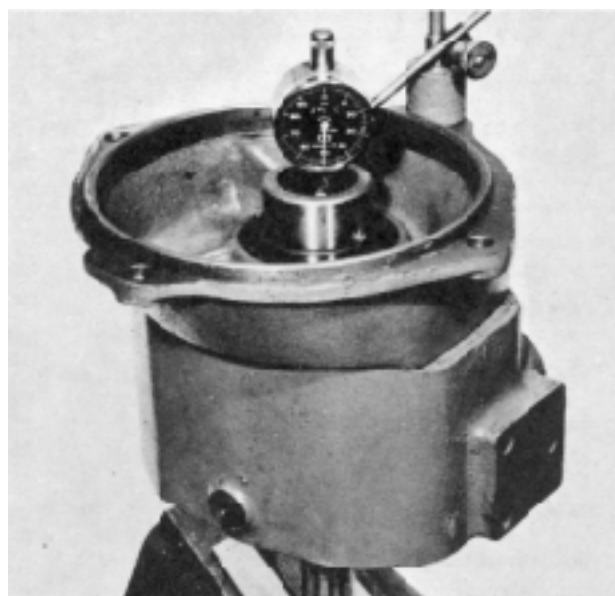

Fig. 15
3. Retourner le carter de manière à le poser sur la bride de raccordement. Emmancher ensuite le manchon d'accouplement (31) sur l'arbre (36). Remarque : Le retrait à l'une des extrémités du manchon d'accouplement doit être tourné du côté du carter avant.
4. Poser les roulements à aiguilles (37 et 39) et la bague entretoise (38) sur l'arbre (36).
5. Poser un nouveau joint (3) sur le plan du carter avant. Remarque : Les trous à goupilles de positionnement (50) dans le joint doivent être bien centrés par rapport à ces goupilles.
7. Réassembler le carter intermédiaire et le carter avant et tourner les axes (51) du pignon intermédiaire avec un tournevis de manière à faire descendre les goupilles de verrouillage (50) dans les gorges aux extrémités des axes.
8. Enfoncer la goupille (42) dans l'arbre (36).
9. Emmancher la rondelle de laiton (40) sur l'arbre. La gorge de cette rondelle doit se trouver juste en face de la goupille (42).
10. Verrouiller la rondelle de laiton avec le circlips (41). Remarque : Mettre toujours un circlips neuf. Pour faciliter le travail, on peut soulever l'arbre.
12. Bien serrer les quatre vis (2) avec rondelles afférentes.
13. Serrer la vis (10) au couple de 100 Nm (10 m kg). Mesurer le jeu axial à l'ensemble arbre, voir fig. 15. Ce jeu doit être de 0,2 à 0,3 mm. Varier l'épaisseur des cales jusqu'à obtenir le jeu requis. Les cales existent dans deux épaisseurs différentes, 0,1 et 0,5 mm.
14. Emmancher le joint torique (11) sur la douille (9). Enduire le joint torique d'un peu de graisse et l'enfoncer dans la douille du pignon. Veiller à ne pas endommager le joint torique.
15. Verrouiller la douille avec le circlips (8).
3. Retourner le carter avant de manière à le poser sur sa bride de raccordement. Emmancher ensuite le manchon d'accouplement (36) sur l'arbre (42). Remarque : Le retranchement à l'une des extrémités du manchon d'accouplement doit être tourné du côté du carter avant.
4. Poser les roulements à aiguilles (43 et 45) et la bague entretoise (44) sur l'arbre (42),
5. Poser un joint neuf (3) sur le plan du carter avant. Remarque : Les trous à goupilles de positionnement (55) dans le joint doivent être correctement centrés par rapport à ces goupilles,
7. Réassembler le carter intermédiaire au carter avant et tourner les axes (56) du pignon intermédiaire avec un tournevis de manière à faire descendre les goupilles de verrouillage (55) dans les gorges aux extrémités des arbres.
8. Enfoncer la goupille (57) dans l'arbre (42).
9. Emmancher la rondelle de laiton (46) et la rondelle acier (47) sur l'arbre. Les rainures des rondelles doivent se trouver juste en face de la goupille (57).
10. Bien verrouiller la rondelle laiton et la rondelle acier avec le circlips (48). Remarque : Mettre toujours un circlips neuf. Pour faciliter le travail, on peut soulever l'arbre.
12. Bien serrer les quatre vis (2), avec rondelles afférentes.
13. Serrer la vis (11) au couple de 100 Nm (10 m.kg). Mesurer le jeu axial à l'ensemble arbre, voir fig. 15. Ce jeu doit être de 0,2 à 0,3 mm. Varier le nombre et l'épaisseur des cales jusqu'à obtenir le jeu requis. Les cales existent dans deux épaisseur différentes, de 0,1 et 0,5 mm.
14. Emmancher le joint torique (12) sur la douille (10). Enduire le joint torique d'un peu de graisse et l'enfoncer dans la douille du pignon. Veiller à ne pas endommager le joint torique.